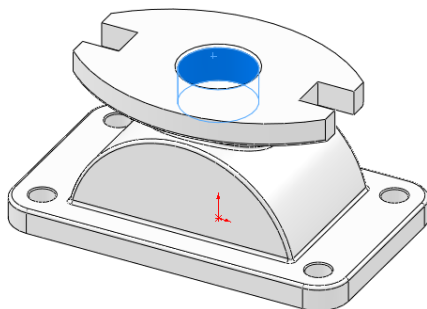
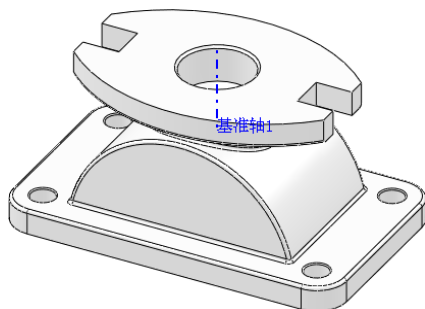

图 3-59 圆柱面
图 3-60 生成的基准轴
- 02 选择如图 3-59 所示的圆柱面。单击【基准轴】对话框中的 【确定】按钮，完成创建基准轴，如图 3-60 所示。